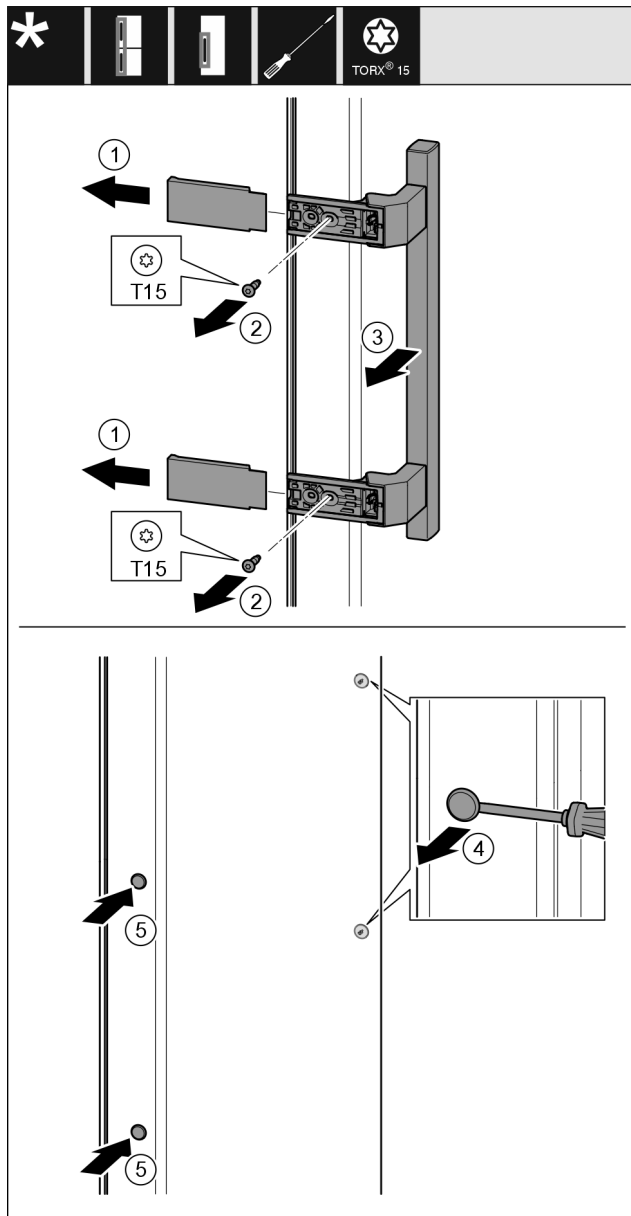

Fig. 21
- ▶ Zdjąć osłonę Fig. 21 (1).
- ▶ Wykręcić śruby Fig. 21 (2) przy użyciu śrubokręta.
- ▶ Zdjąć uchwyt Fig. 21 (3).
- ▶ Podważyć ostrożnie boczną zatyczkę Fig. 21 (4) przy pomocy śrubokręta i wyjąć.
- ▶ Założyć zatyczkę Fig. 21 (5) ponownie z drugiej strony.